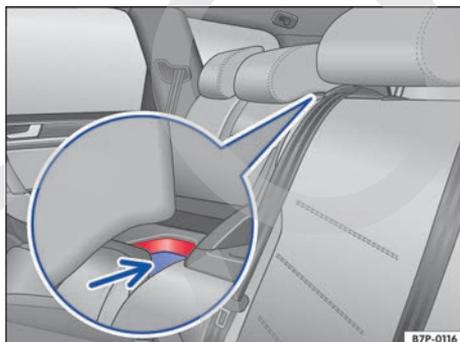

Fig. 213 En el respaldo del asiento trasero: tecla de desbloqueo pulsada con marca roja.
- Levante la parte central del respaldo del asiento trasero hasta que encastre. La marca roja de la tecla de desbloqueo → fig. 213 (flecha) ya no deberá verse → ⚠.